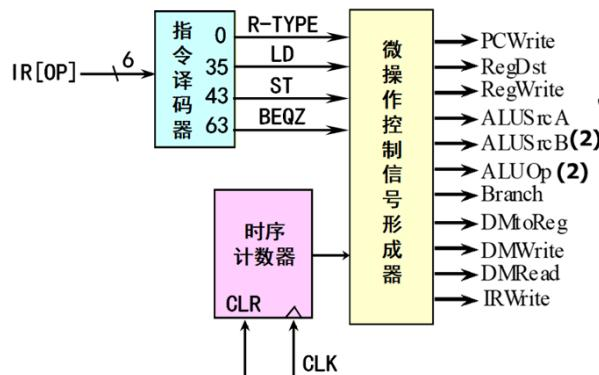

图8.22 模型机的硬连逻辑控制器
8. 比较多周期下的控制信号 (P213) 与单周期下的控制信号 (P201) 有什么不同? (本质区别: 一个是时序逻辑, 一个是组合逻辑), 为了好理解对图 8.22 进行了修改: